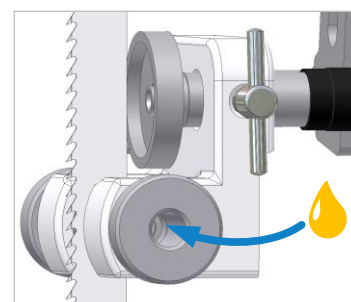

Abbildung 49: Seitenrollen ölen
- Die Verschlussstopfen der Rollen entfernen und einige Tropfen Öl in die Lagerungen geben (siehe ⇒ Abbildung 49).